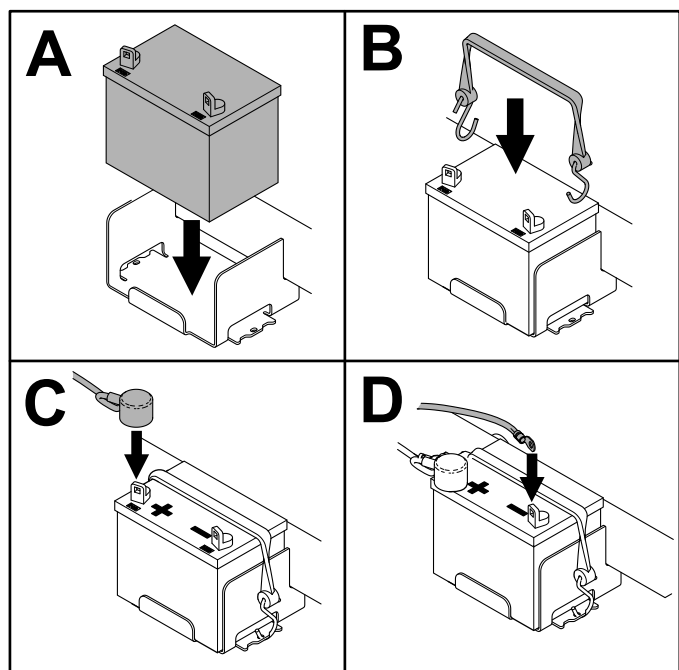

**Figure 49**
5. Une fois la batterie chargée au maximum, débranchez le chargeur du secteur, puis débranchez les fils du chargeur des bornes de la batterie (Figure 49).